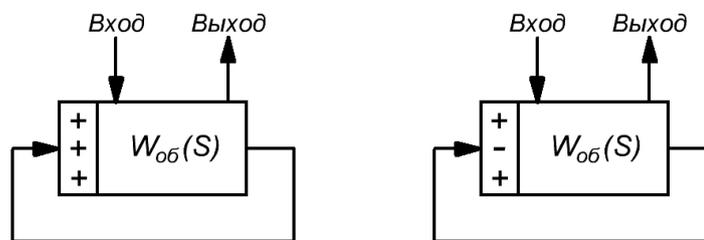

Рис.4.3. Модель САР с обратной связью.
2. Реализовать модель объекта регулирования с обратной положительной и отрицательной связью и снять её характеристики (рис. 4.3).